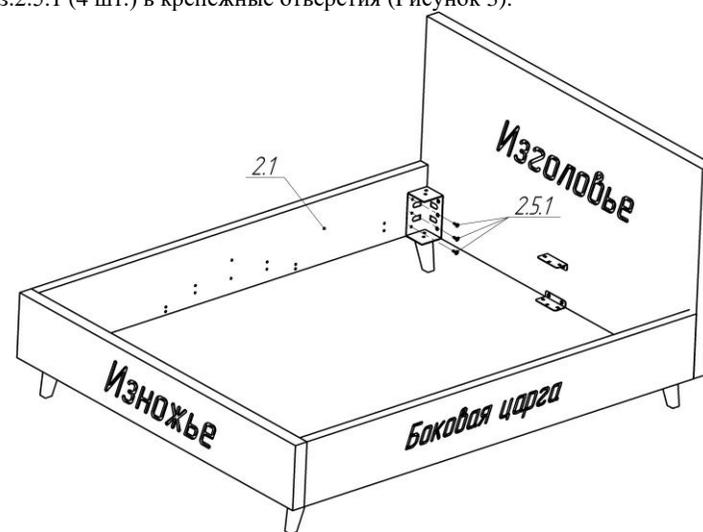

Рисунок 4 – Сборка изголовья и боковых царг кровати
4. Затем состыковать боковую царгу кровати поз.2.1 со свободной стороной кронштейна поз.2.4. Наживить винты М6х25 (6х20) поз.2.5.1 (3 шт.) в крепёжные отверстия боковой царге основания, то же сделать с противоположных сторон. (Рисунок 4.)